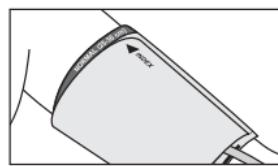

Рис. 8
5. На застегнутой манжете метка «INDEX» должна указывать на область «NORMAL (25-36 см)» (рис. 8). Это означает, что манжета подобрана правильно и соответствует размеру окружности плеча. Если метка указывает на область обозначенную «◀», то манжета мала и показания будут завышены. Если метка указывает на область «▶», то манжета велика и показания будут занижены.